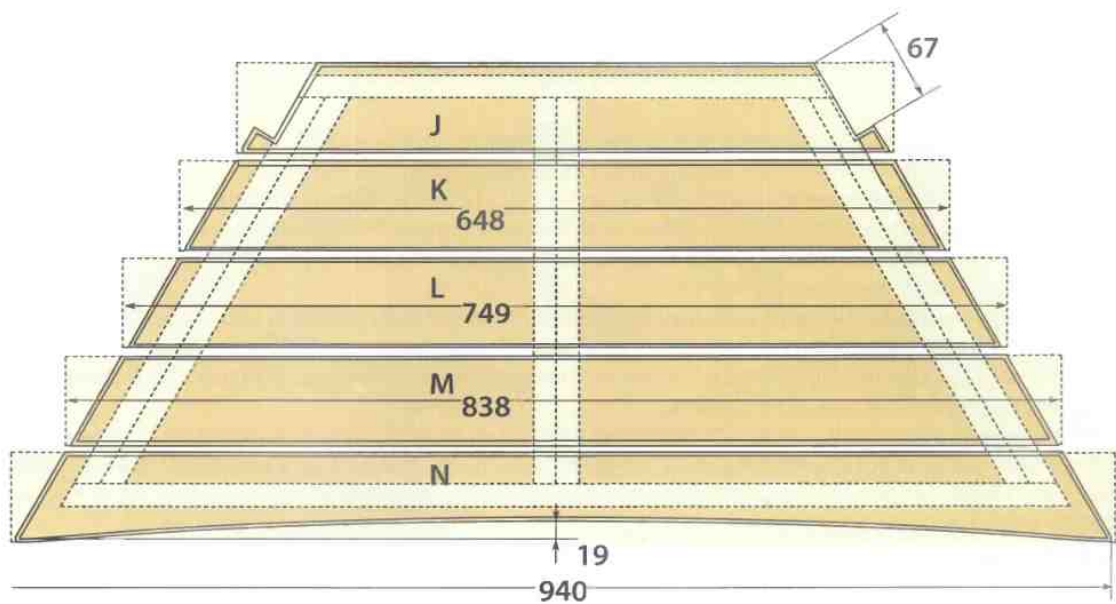

Рис.11. Расположение досок сидения и способ их крепления.
11. Форма, размеры и расположение досок сидений показаны на Рис. 11. Обратите внимание – доски прилегают не вплотную; между ними есть небольшие промежутки.
16. В самой короткой доске сиденья J сделайте боковые пропилы (они показаны на Рис. 11). Они будут нужны при фиксации спинок сидений. Внимание! Если вы решили делать скамейку без спинок, этот пункт работы надо пропустить.
17. На самой длинной доске сиденья N сделайте дуговидный пропил (его размер и форма показаны на Рис. 11). Немного скруглите все края досок сидений – обработайте их рубанком, фрезой или напильником, а потом зачистите шкуркой.